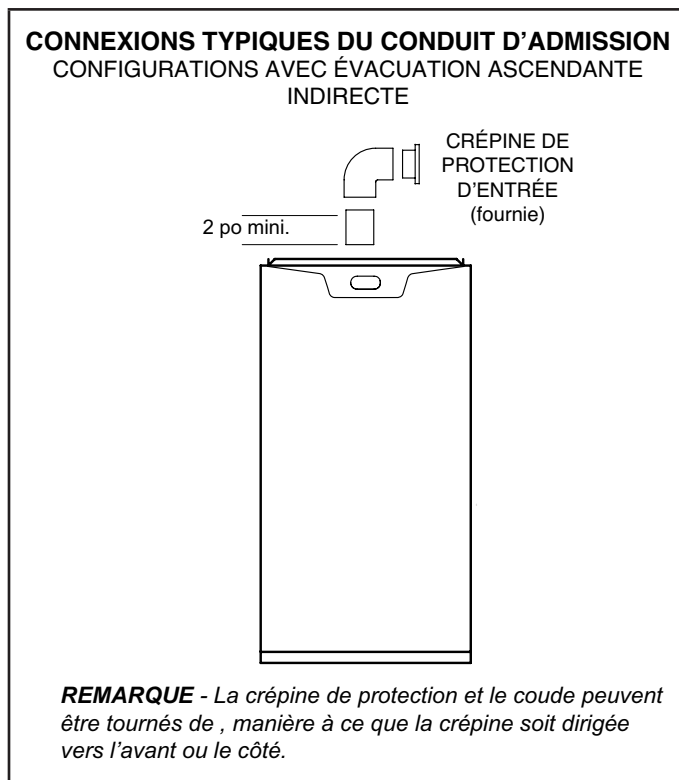
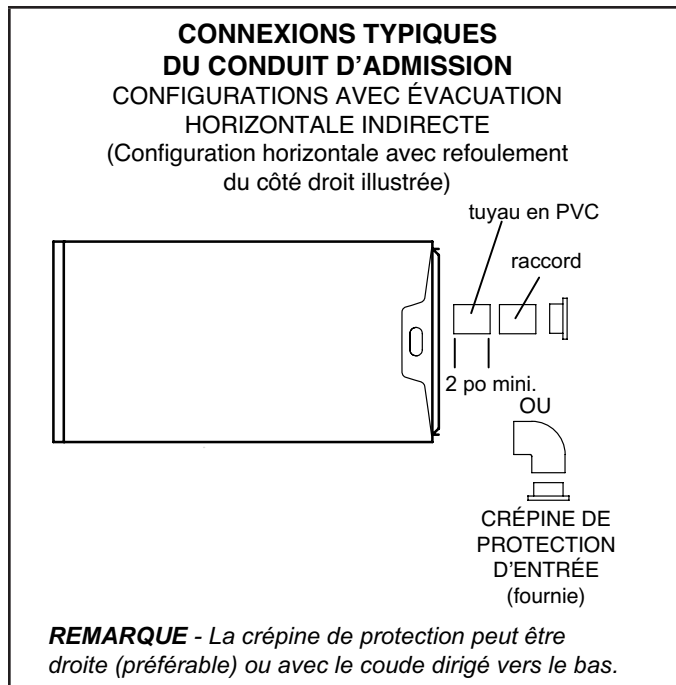

Figure 26
Figure 27
- 1 - Acheminer le conduit d'admission au moyen de pièces non fournies et de la crépine d'admission d'air fournie, comme illustré à la Figure 26 et Figure 27. Prévoir un dégagement minimal de 3 po (76 mm) autour de l'ouverture d'admission. L'ouverture d'admission d'air (avec l'écran de protection) doit toujours être orientée vers l'avant ou de l'un des côtés en position ascendante, et à l'horizontale ou vers le bas en position horizontale.